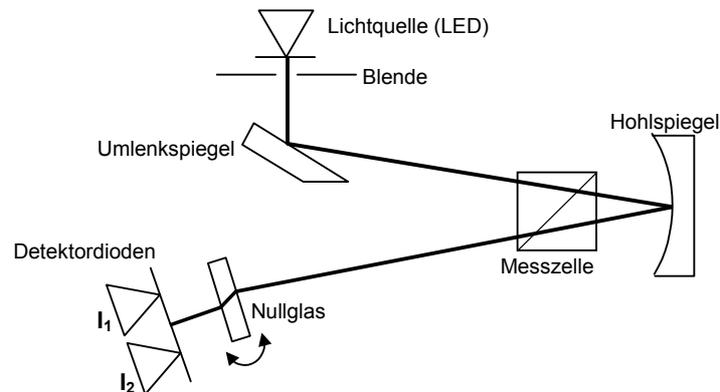

Abb. 3 Strahlengang im RI Detector 2300/2400 (schematisch)
Der Messstrahl trifft auf die zwei nebeneinander angeordneten Detektordioden 1 und 2 (siehe Abb. 3), die während der Messung, je nach Ablenkung des Messstrahles, die Intensitätswerte I_1 und I_2 ausgeben. Die Werte der Differenz $I_1 - I_2$ und der Summe $I_1 + I_2$ werden fortlaufend berechnet und im Menü SIGNAL angezeigt.
- Längeres Drücken von >3 s im Hauptmenü aktiviert eine Neupositionierung des Nullglases (Abb. 3 auf Seite 37). Während einer Nullglaspositionierung wird die Meldung **zero plate moving** angezeigt.